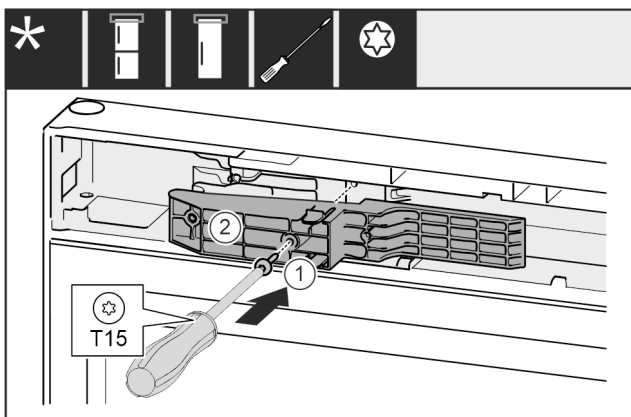

Fig. 70 *
- ▶ Helyezze be az illesztődarabot Fig. 70 (1) a mélyedésbe a fogantyú felőli oldalon.*
- ▶ Húzza meg a csavart Fig. 70 (2) csavarhúzóval.*